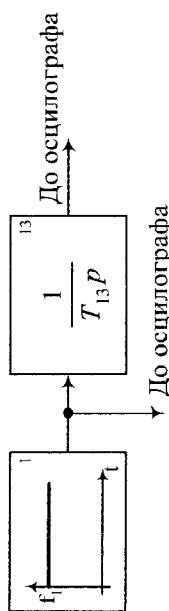

Рис. 4
4. Зібрати модель інтегруючої ланки за схемою, що зображенна на рис. 4.